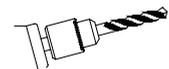

Abb. 20
- Bohren Sie die Löcher (A, B, C, D, E, F, G, H, I, J, K, L), die auf der Montageschablone markiert sind, mit einem Ø10 mm Bohrer. Die Lochtiefe sollte mindestens 60 mm betragen (Abb. 20).